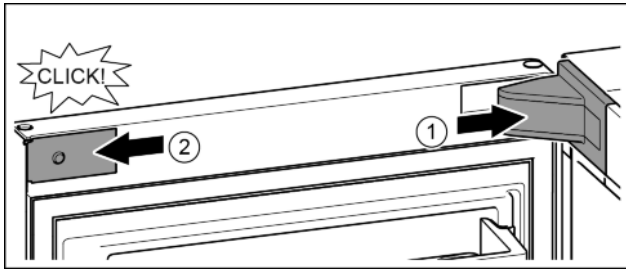

Fig. 23
- ▶ Встановіть та зафіксуйте кришку опорного кронштейна, у разі необхідності — обережно розтисніть. Fig. 23 (1)
- ▶ Встановіть збоку і зафіксуйте накладку. Fig. 23 (2)